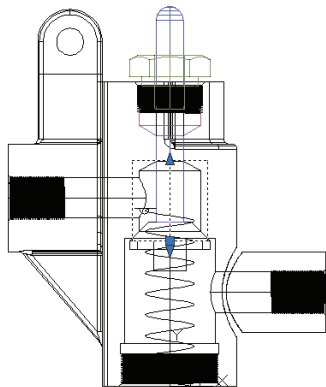

图 11-172 创建圆柱体(一)
7) 设置视图方向: 选择菜单栏中的“视图”→“三维视图”→“前视”命令, 将当前视图方向设置为前视图方向。创建圆柱体如图 11-172 所示。